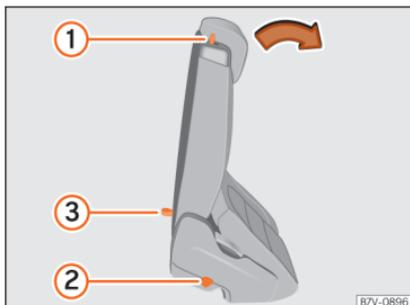

Abb. 162 Zweite Sitzreihe: Bedienelemente der Einstiegshilfe.
- Gegebenenfalls Gegenstände aus dem Fußraum der zweiten Sitzreihe entfernen » ❶.
- Hebel » Abb. 162 ❶ nach vorn drücken und Rücksitzlehne nach vorn klappen. Dieser Sitz klappt komplett nach vorn » ⚠ und kann in Längsrichtung noch weiter nach vorn geschoben werden.
- Der Rücksitz muss sicher eingerastet sein, damit die Schutzwirkung der Sicherheitsgurte auf den hinteren Sitzplätzen gewährleistet ist. Die rote Markierung » Abb. 162 ❷ darf nicht sichtbar sein » ⚠ in Rücksitze in Ladebo-denposition klappen auf Seite 171.
Wenn der Hebel » Abb. 162 ❶ außer Funktion ist, z.B. nach einem Unfall, können die Sitze der zweiten Sitzreihe von der dritten Sitzreihe aus nach vorn geklappt werden, um den Ausstieg aus der dritten Sitzreihe zu erleichtern » ⚠.
- Schlaufe » Abb. 162 ❸ nach hinten ziehen und Rücksitzlehne nach vorn klappen. Der komplette Rücksitz klappt nach vorn » ⚠.
- Eine rote Markierung an der Seite des Sitzes »» Abb. 162 ② signalisiert eine nicht eingerastete Lehne. Die rote Markierung darf im korrekt eingerasteten Zustand nicht sichtbar sein.